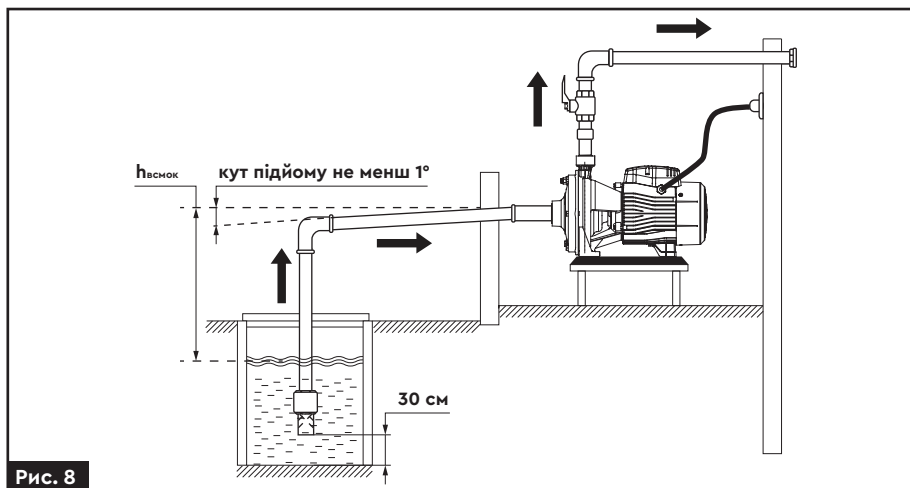

Рис. 8
- Необхідно забезпечити безперервний кут підйому труби від джерела водозабору до насоса (не менше 1°) для виключення скупчення повітря та утворення повітряних пробок (**рис. 8**).